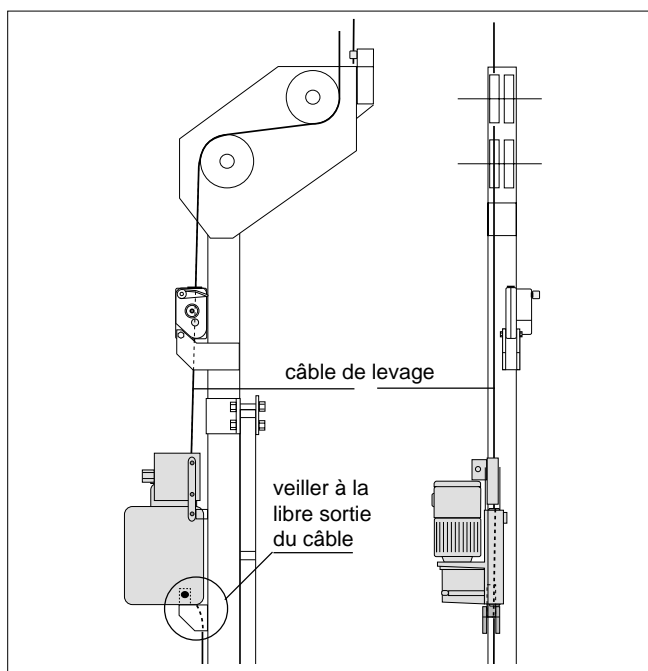

Fig. 1.21
b) . . . sur les étriers "C" (Fig. 1.21)
- Passer le câble de levage (151) sur la poulie gauche (vue de l'arrière) de l'étrier.
- Pousser le bouton MONTEE (43) et continuer à pousser le câble à la main jusqu'à ce qu'il sorte du treuil par la buse en bas du carter.